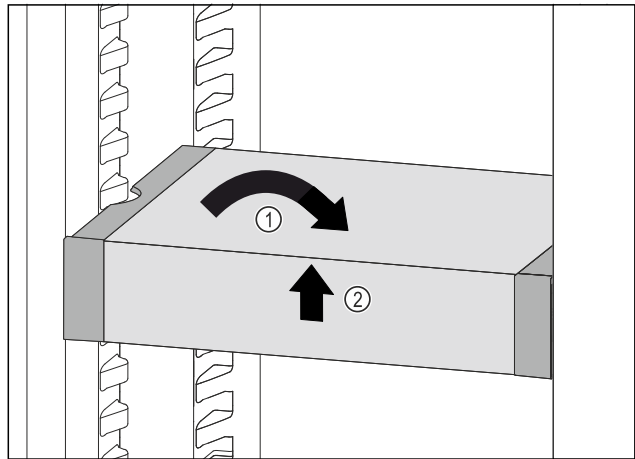

Fig. 77
- ▶ VarioSafe gerade stellen. Fig. 77 (1)
- ▶ VarioSafe vorne anheben. Fig. 77 (2)